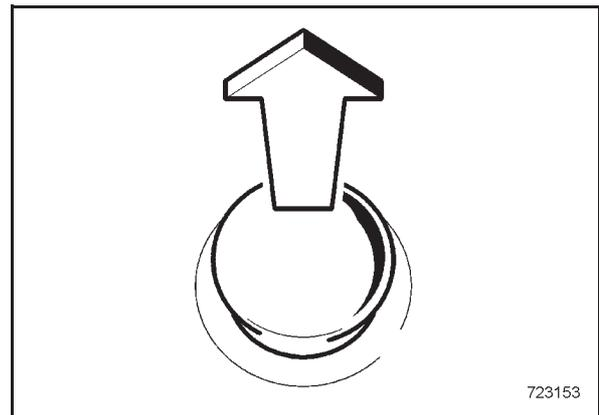

Bild 74
- Ggf. Not-Aus-Schalter (Bild 74) entriegeln.